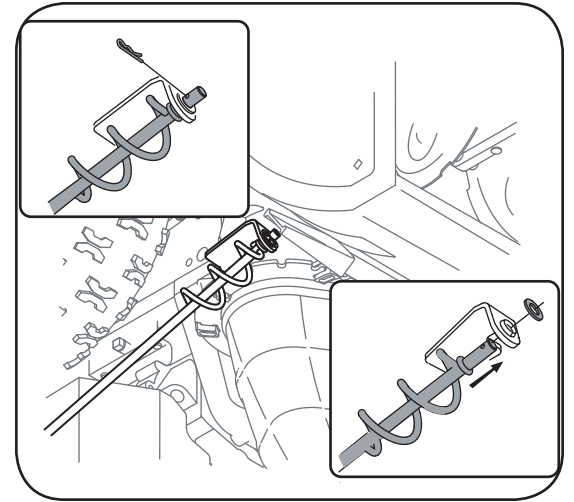

Figure 3-5
5. Retirez la rondelle plate et la gouppille-épingle de l'extrémité de la manivelle de la gouppille. Voir la Figure 3-5.